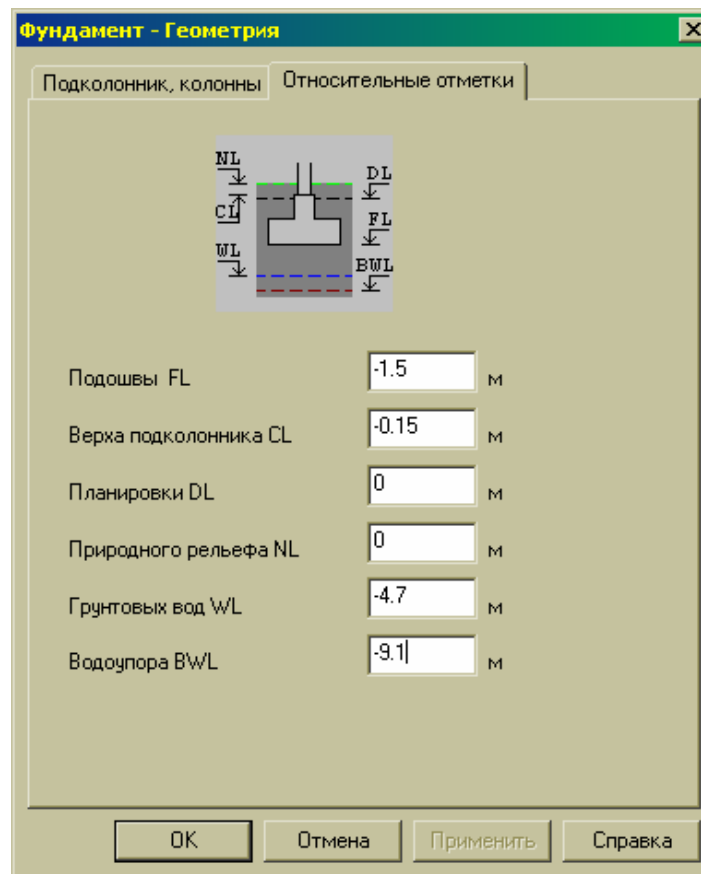

Рис. 6 – Вікно діалогу **Фундамент - Геометрия**
- натисніть закладку **Относительные отметки** (рис. 6);